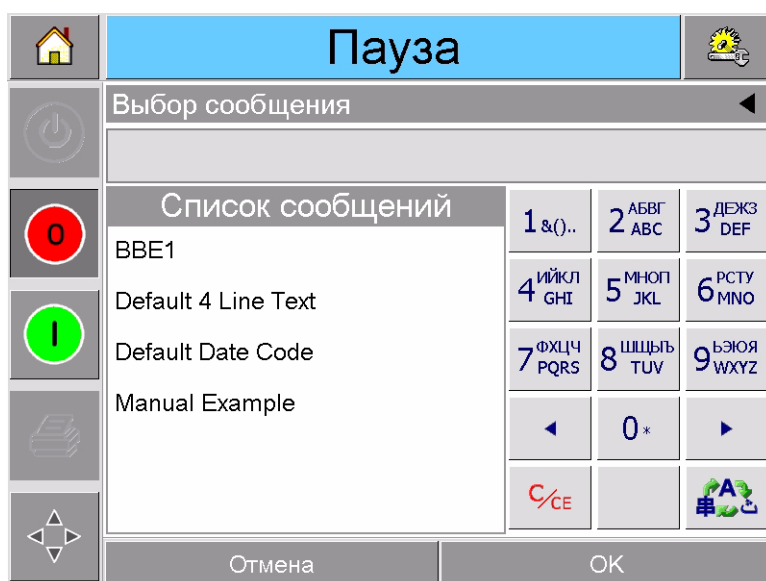

Рис. 4-4: Список заданий на печать
- 1 Нажмите кнопку «Задание» на главной странице. Отобразится список доступных заданий (Рис. 4-4).